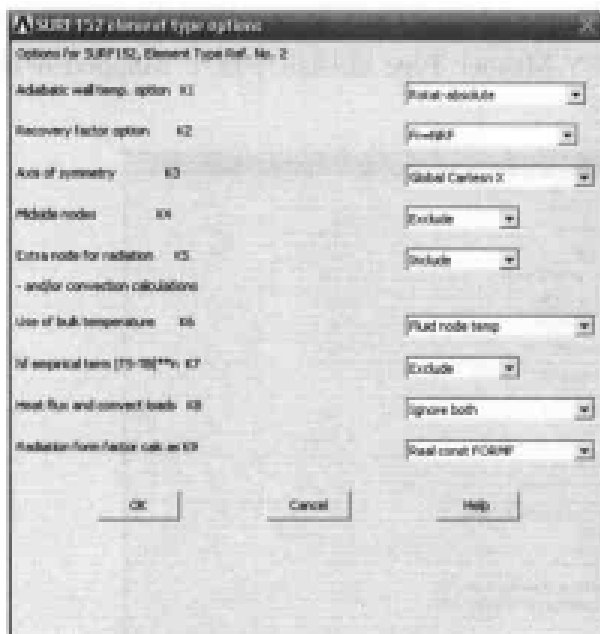
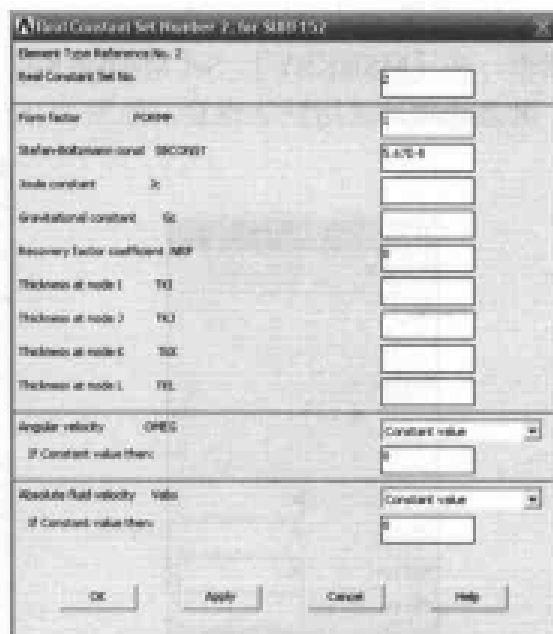

图 11-52 SURF152 单元属性设置对话框
图 11-53 SURF152 单元实常数设置对话框
(2) 在 Library of Element Types 的两个列表框中分别选择 Thermal Solid、Brick 8node 70 选项, 在 Element type reference number 文本框中输入 1。
(3) 单击 Apply 按钮, 在 Library of Element Types 列表框中选择 Surface Effect 3D thermal 152 选项, 在 Element type reference number 文本框中输入 2。
(4) 单击 Apply 按钮, 在 Library of Element Types 列表框中选择 Thermal Solid Quad 4node 55 选项, 在 Element type reference number 文本框中输入 3。单击 OK 按钮, 关闭 Library of Element Types 对话框。
(5) 在 Element Types 对话框中选择 Type 2 SURF152 选项, 单击 Options 按钮, 出现 SURF152 element type options 对话框, 在 Midside nodes K4 下拉列表框中选择 Exclude 选项, 在 Extra node for radiation K5 下拉列表框中选择 Include 选项, 在 Radiation form factor calc as K9 下拉列表框中选择 Real const FORMF 选项, 如图 11-52 所示, 单击 OK 按钮关闭该对话框。
(6) 单击 Element Types 对话框上的 Close 按钮, 关闭该对话框。
(7) 选择 Main Menu | Preprocessor | Real Constants | Add/Edit/Delete 命令, 出现 Real Constants 对话框, 单击 Add 按钮, 出现 Element Type for Real Constants 对话框。
(8) 选择 Type 2 SURF152 选项, 单击 OK 按钮, 出现 Real Constants for SURF152 对话框, 在 Real Constant Set No. 文本框中输入参考号 2, 在 Form factor FORMF 文本框中输入形状系数 1, 在 Stefan-Boltzmann const SBCONST 文本框中输入 $5.67\text{E}-8$, 如图 11-53 所示, 单击 OK 按钮关闭该对话框。